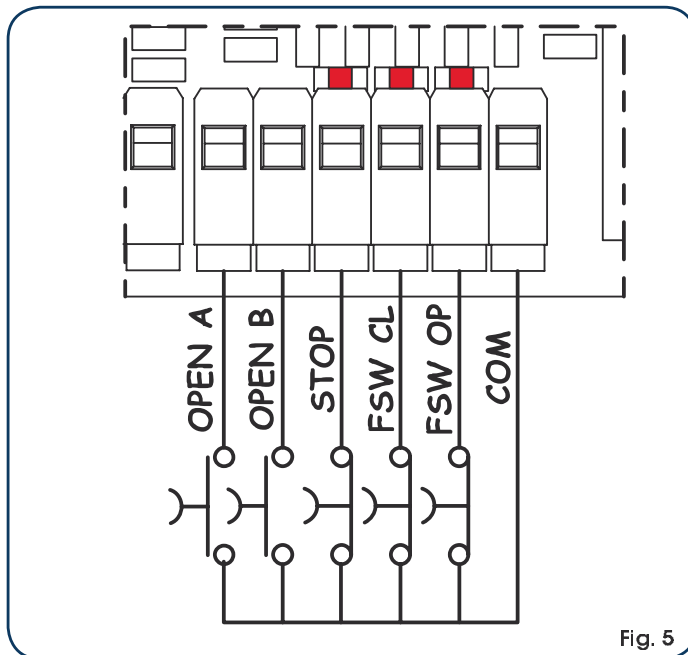

Fig. 5
5.4. KLEMMENBORD CN4 (Fig. 5)	pag.54